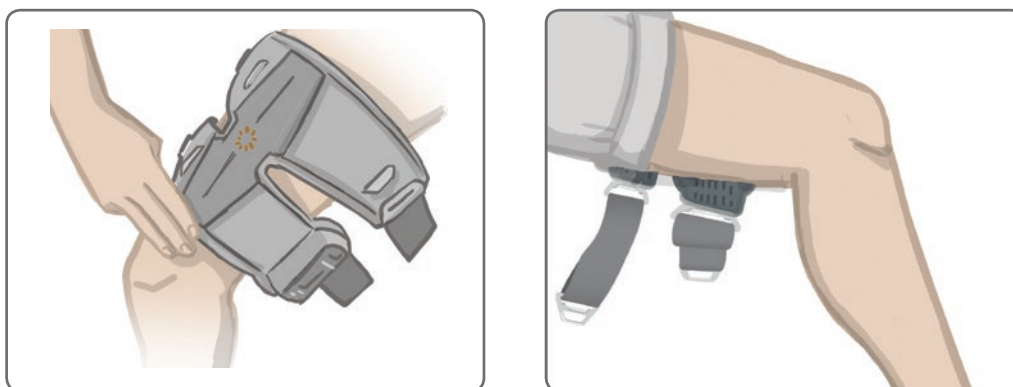

Ilustración 8-18: Posición correcta del localizador de la banda de EF del muslo (izquierda: posición en el cuádriceps; derecha: posición en los femorales)
4. Coloque el localizador de la banda de EF del muslo (una marca para el dedo) en el centro del muslo, a unos tres dedos de la rótula si va a estimular el cuádriceps o a tres dedos del hueco poplíteo si va a estimular los femorales. Consulte la ilustración 8-18.